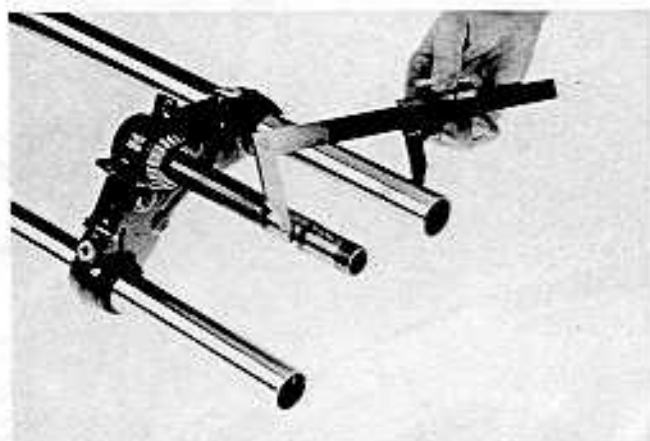

Fig. 206
Servendosi di un calibro a corsoio, controllare che per ogni punto del perno di sterzo le distanze di quest'ultimo da entrambi gli steli siano esattamente eguali (Fig. 206).
- Check the misalignment between steering head pivot and stanchions (this should be carried out after the inspections described above). With a vernier caliper check that the distance between the pivot and each stanchion is the same (Fig. 206). Check this in several points.